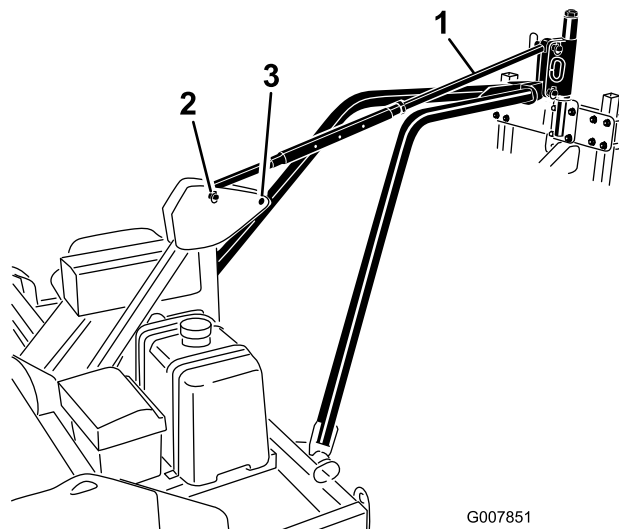

Figura 14
5. Alinhe o furo na placa de engate do braço de reboque com os furos inferiores no engate articulado do aerificador (Figura 14).
8. Prenda o tubo de controle de engate aos furos superiores no engate articulado do aerificador e estrutura articulada do engate com pinos de articulação e pinos de sujeição (Figura 14).